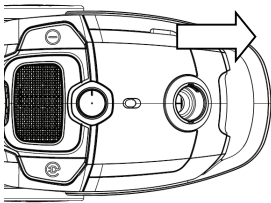

Fig. 6
Trasportare l'aspirapolvere esclusivamente usando l'impugnatura (1) (Fig. 6).